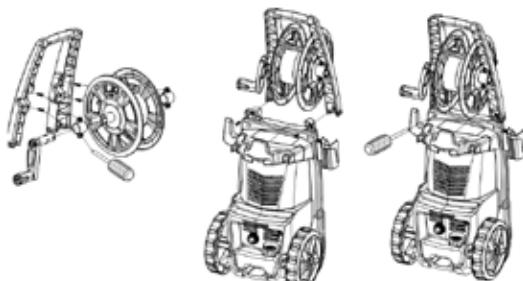

рис.2
7.1.1 Установка рукоятки с барабаном на корпус мойки, как показано на рис.2:
- прикрутить двумя винтами рукоятку с барабаном к корпусу мойки, как показано на рис.2